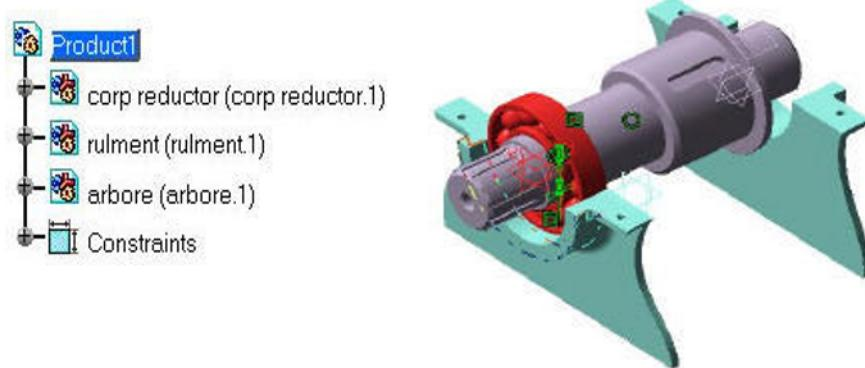

Fig.14. Componentele ansamblului de lucru
Sa pornim de la un ansamblu existent. Produsul 1 (denumit în continuare Product1) este compus din trei parti independente (denumite componente), toate create folosind modulul de modelare tridimensională din CATIA V5 (fig.14):
- Se selecteaza semnul + din partea stânga a textului **Constraints** din arborele de comenzi (fig.14), constrângările fiind vizibile în aria geometrică.